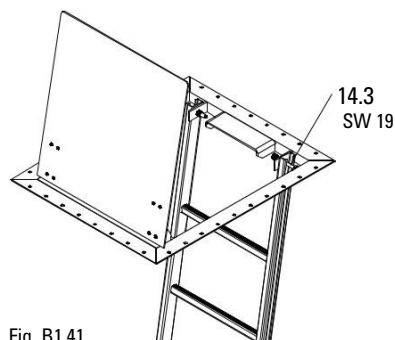

Fig. B1.41
2. Закрепете в горния край, болтове SW 19 (14.3) (2x). (Fig. B1.41)